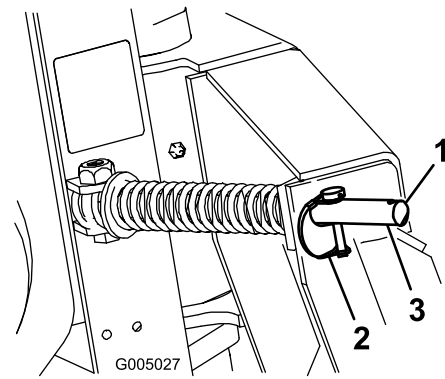

Figure 6
1. Déplacez les goupilles à anneau dans les trous extérieurs des tiges de ressorts pour permettre à l'enfouisseuse de se déplacer latéralement (Figure 6).
1. Placez les goupilles à anneau dans les trous intérieurs des tiges de ressorts pour prévenir tout mouvement latéral (Figure 6).